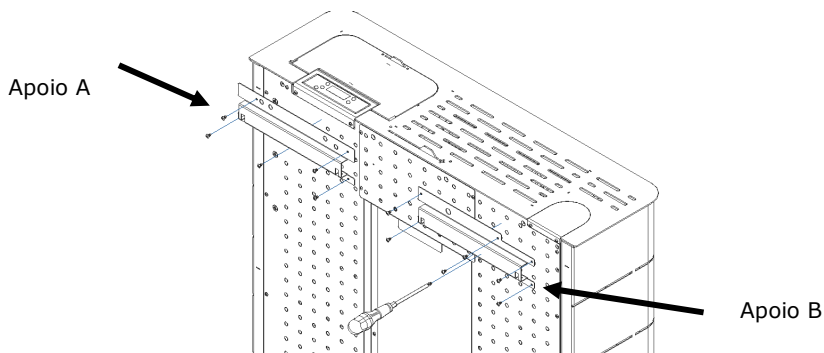

Figura 90 – Fixação dos apoios A e B
a) Fixar as calhas de apoio A e B no equipamento utilizando 11 parafusos A tal como demonstra a figura 90 (Atenção a posição dos apoios).